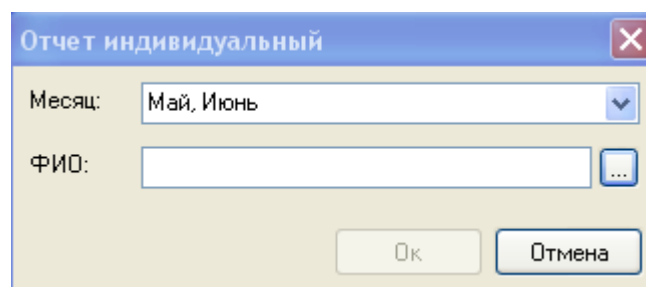

Рисунок 19 – Окно выбора параметров индивидуального отчета
3.6.3 Для построения индивидуального отчета необходимо выбрать в меню “Отчеты > Индивидуальный” или нажать кнопку  на панели инструментов. После этого появляется окно (рисунок 19), в котором необходимо указать период, за который будет строиться отчет, и фамилия горнорабочего.